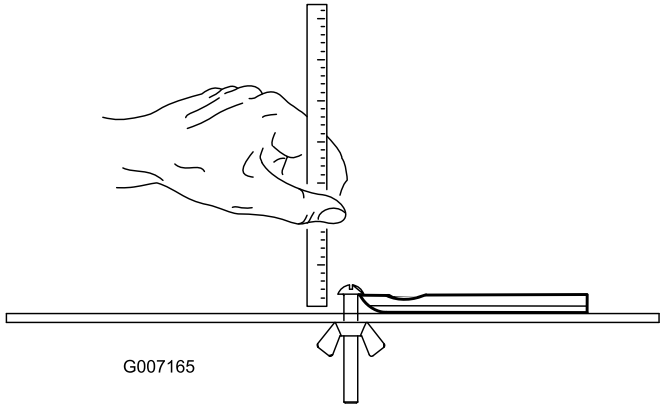

Figura 23
**Nota:** Todos los límites de ajuste de la contracuchilla se miden respecto a la cara inferior de la misma (Figura 23)